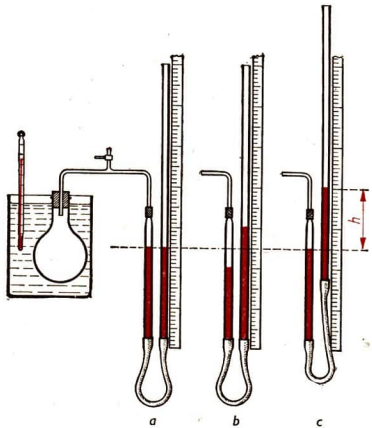

Abb. 39/1. Erwärmung eines Gases bei konstantem Volumen
2. Ableitung des Gay-Lussacschen Druckgesetzes. Zur Untersuchung der *Abhängigkeit des Druckes von der Temperatur* (dritte Möglichkeit der Tabelle auf S. 30) bei *konstantem Volumen* verwendet man die in Abbildung 39/1 wiedergegebene Versuchsanordnung.
Zu Beginn des Versuches steht das Wasser in beiden Röhren gleich hoch (Abb. 39/1 a). Daraus folgt, daß der Druck in dem Kolben gleich dem Luftdruck ist. Nach dem Erwärmen des Gases (Abb. 39/1 b) wird die rechte Röhre so weit gehoben, daß die Flüssigkeit im linken Rohr genauso hoch wie zu Beginn des Versuches steht (Abb. 39/1 c). Damit ist das ursprüngliche Volumen wiederhergestellt.